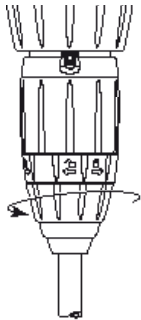

Fig. 15
- Desenroscar la tuerca y retirar el tubo de aspiración (Fig. 15).